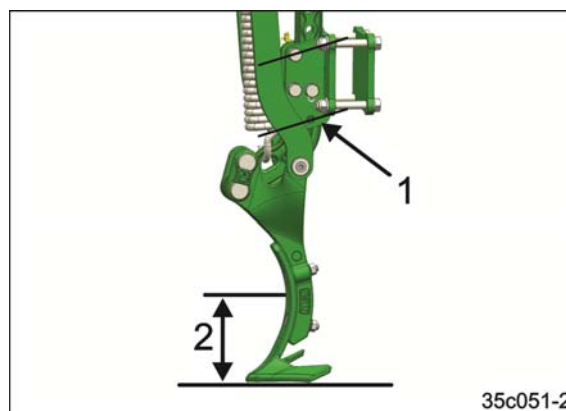

Fig. 124
- Den maksimale arbejdsdybde er 150 mm (Fig. 124/2).
Hvis traktor-sporløsnernes maksimale arbejdsdybde overskrides med det tiltagende slid på harvetænderne på jordbearbejdningsmaskinen (Fig. 124/2), skal holderen til traktor-sporløsnere (Fig. 124/1) monteres i en højere position